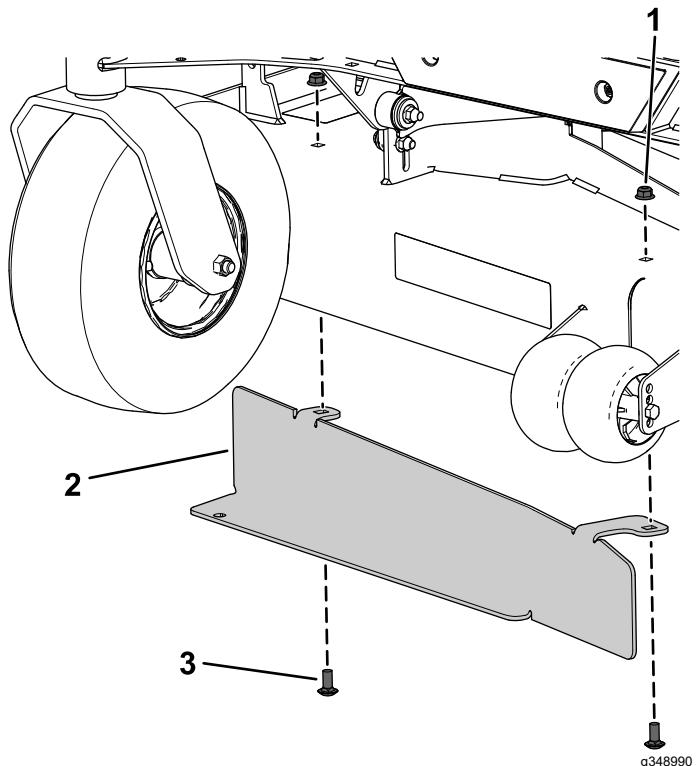
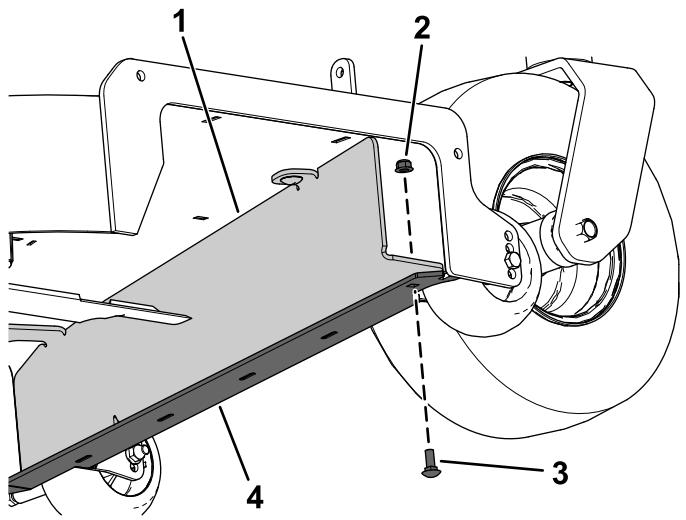

Figura 4
Figura 5
3. Instale o abafador do depósito de recolha na plataforma do cortador e amortecedor da plataforma utilizando dois parafusos de carroçaria ($\frac{3}{8}$ pol. x $\frac{7}{8}$ pol.), duas porcas de bloqueio ($\frac{3}{8}$ pol.), um parafuso de carroçaria (5/16 pol. x $\frac{7}{8}$ pol.) e uma porca de bloqueio (5/16 pol.) como se mostra na **Figura 4** e na **Figura 5**.